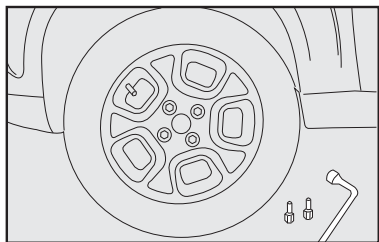

fig. 10
10) Apertar os parafusos utilizando a chave de roda específica **fig. 10**.